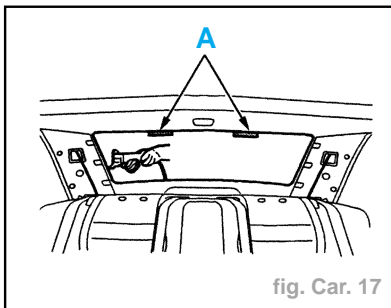

fig. Car. 17
- Insérer des cales en (A) entre la tôle et la garniture du pavillon de toit, de façon à l'écarter (fig. Car. 17).